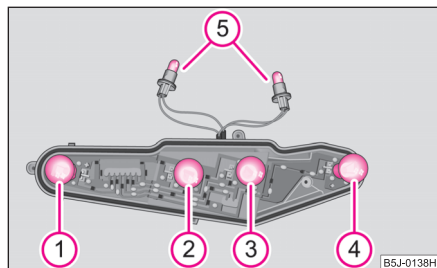

Fig. 194 Bloc optique arrière: Emplacement des ampoules
- Pour remplacer l'ampoule du feu de position, faites tourner la fiche de l'ampoule ⑤ à fond vers la gauche (dans le sens de la flèche sur le boîtier) et sortez-la du boîtier ⇒ fig. 194.
Emplacement des ampoules dans le bloc optique arrière ⇒ fig. 194